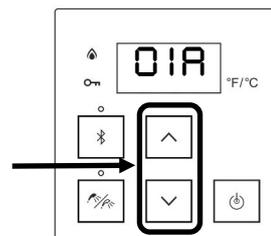

Figure 59
3. Appuyer sur le bouton « A » pendant une (1) seconde. Le contrôleur affiche **01A** ou **01b** (figure 59).